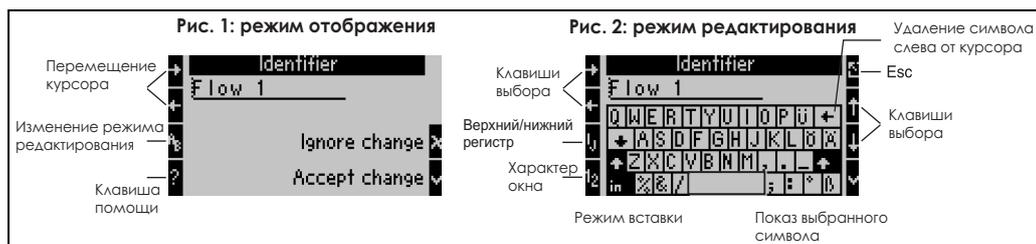

Рис. 17: Пример: редактирование с помощью "Palm" клавиатуры
1. Используя клавиши курсора разместите курсор впереди символа, перед которым следует ввести другой символ. Если введенный текст следует удалить или переписать, переместите курсор в крайнее правое положение. (см. Рис. 17, пример 1)
3. Используя клавиши ij/IJ и 1/2 выберите верхний/нижний регистр или числа (см. Рис.17, пример 2).
4. Используя курсоры выберите необходимую клавишу и подтвердите свой выбор клавишей с "птичкой". Если вы хотите удалить текст выберите клавишу в верхнем правом углу. (см. Рис.17, пример 2)
6. Если после редактирования текста необходимо вернуться в режим отображения, используйте клавишу "Esc" и подтвердите свои изменения клавишей с "птичкой". (см. Рис.17, пример 1)
- Курсор текста не может перемещаться в режиме редактирования (см. Рис.17, пример 2)! Для возврата в предыдущее окно (см. Рис.17, пример 1) и выбора нужной позиции для изменяемого символа используйте клавишу Esc. Подтвердите снова клавишей AB.